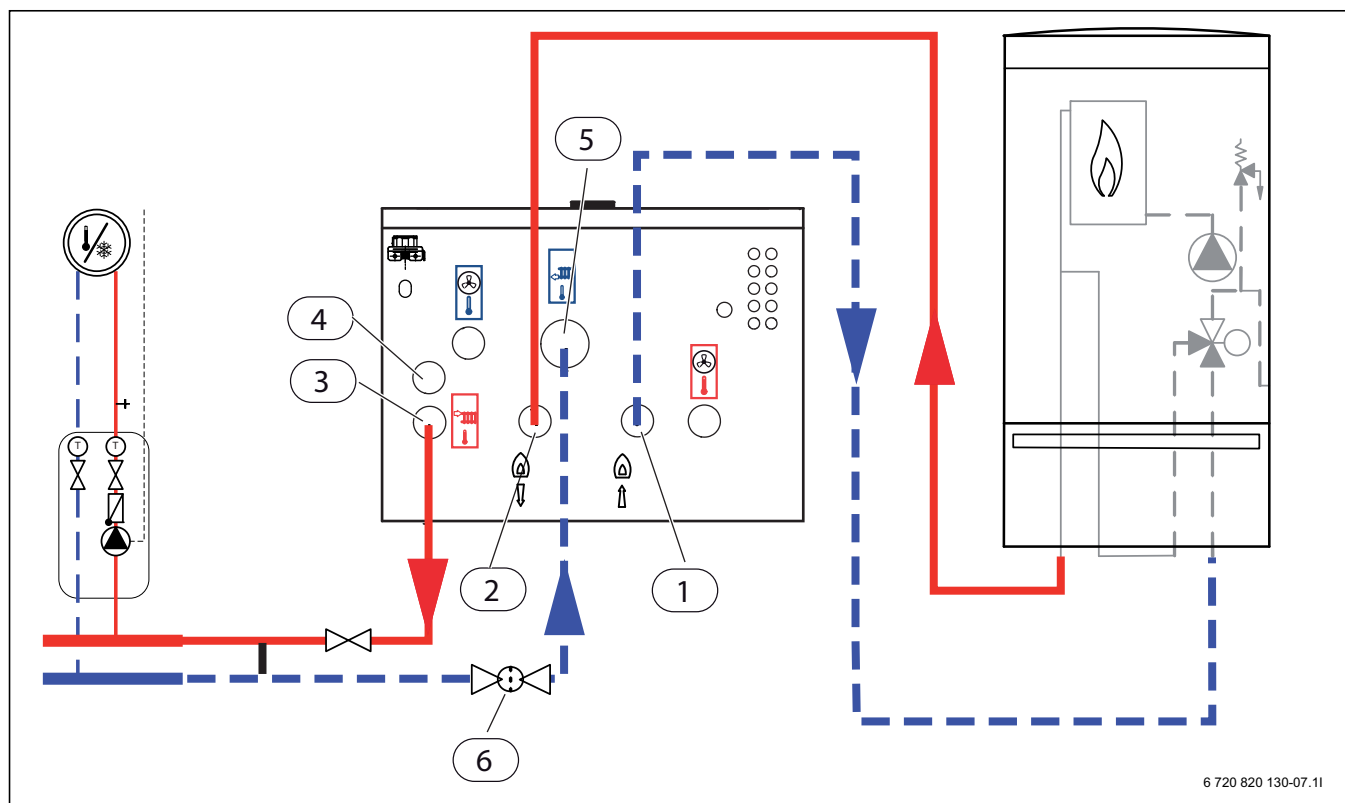

Fig. 20 Raccordement de l'unité intérieure pour le mode bi-combustible AWB à l'installation de chauffage et au chauffage auxiliaire
- ▶ Poser l'écoulement de la soupape de sécurité de [4], fig. 20, vers le bas dans une évacuation à l'abri du gel.
- ▶ Raccorder le retour vers le chauffage d'appoint externe à [1], fig. 20.
- ▶ Raccorder le départ depuis le chauffage d'appoint externe à [2], fig. 20.
- ▶ Raccorder le départ vers l'installation de chauffage à [3], fig. 20.
- ▶ Raccorder le retour de l'installation de chauffage à [5], fig. 20.